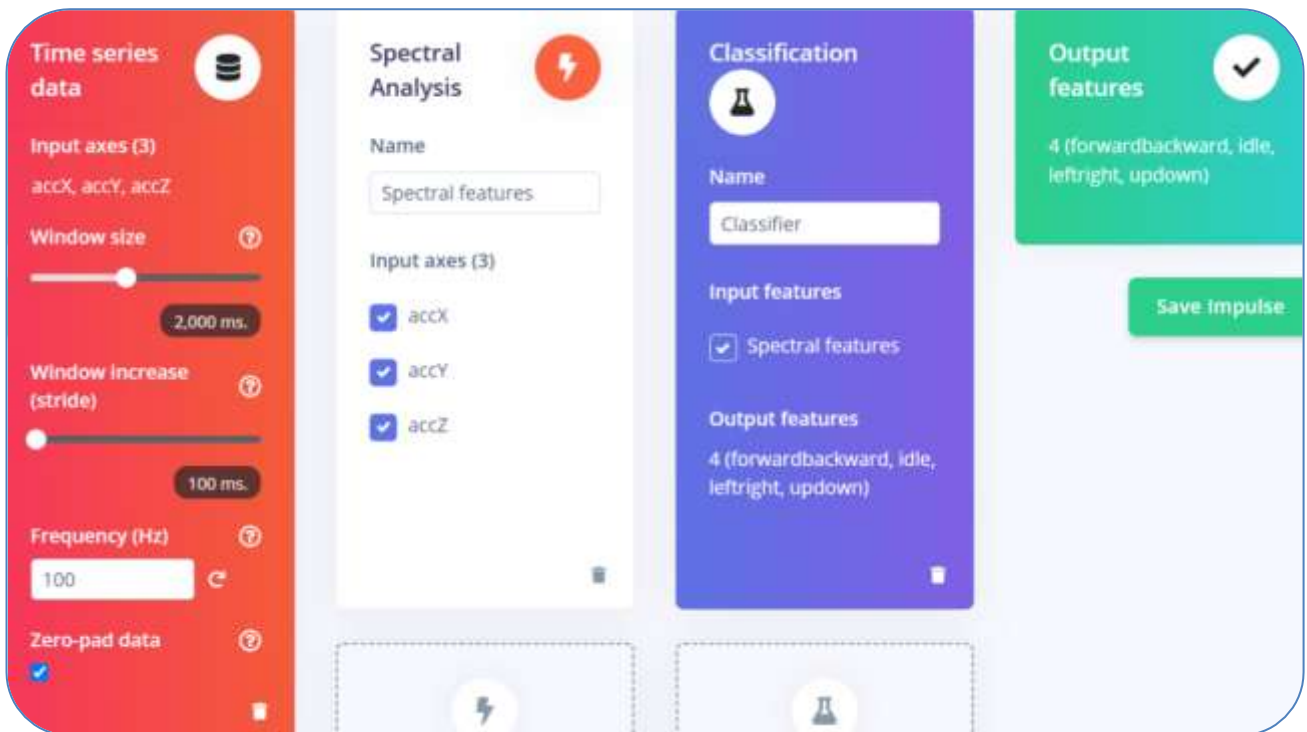

Рис. 13.6. Вікно створення імпульсу
- e. Натисніть кнопку «Save Impulse» (рис. 13.6).